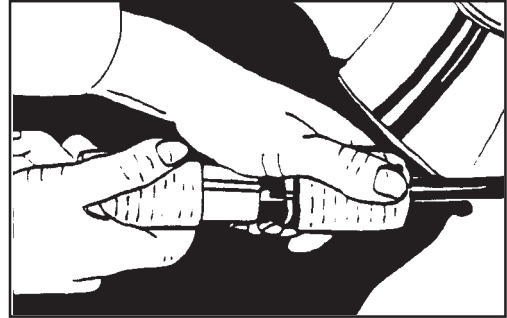

Figura 5
2. Conecte el cable alargador al cable de alimentación corto de la máquina. Consulte la figura 5.